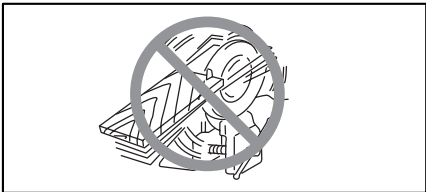

图 7
17. 切勿用夹钳或其他方法将圆锯倒置固定进行切割。这样做十分危险，可能导致重大事故。（图 7）